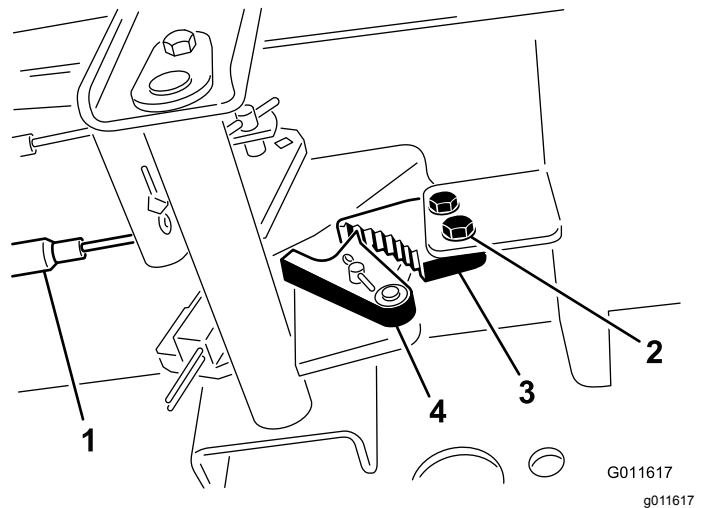

Bild 62
1. Lösen Sie die zwei Schrauben, mit denen die Sperre der Feststellbremse am Rahmen befestigt ist (Bild 62).
2. Drücken Sie das Pedal der Feststellbremse nach vorne, bis die Bremsenarretierung ganz an der Bremssperre greift (Bild 62).